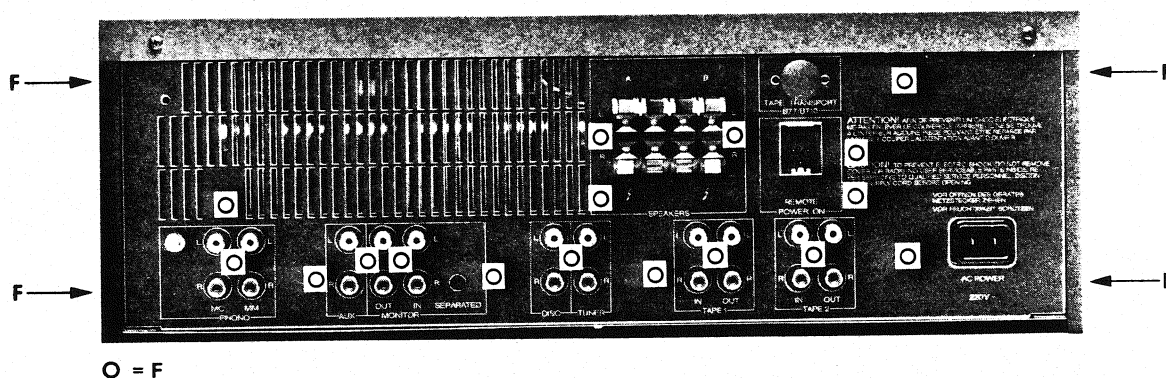

Fig. 2.5
2.6 Hinteres Abdeckblech ausbauen (Fig.2.5)